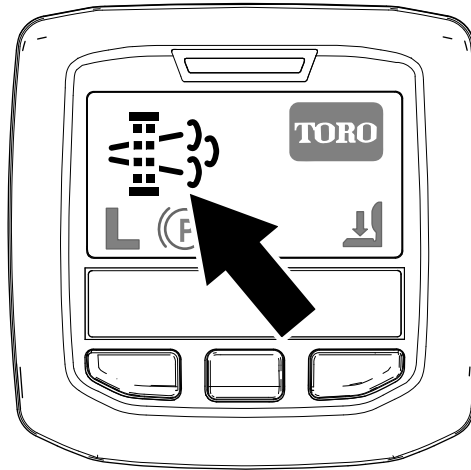

Figura 27
- Nell'InfoCenter viene visualizzata l'icona di richiesta rigenerazione parcheggiata (Figura 27).